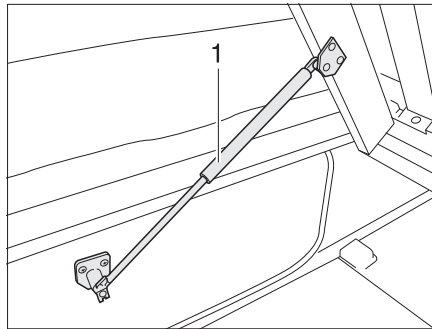

Bild 179 Festes Bett
- Lattenrost anheben. Die Gasdruck-Federn (Bild 179,1) halten den Lattenrost in geöffneter Stellung.